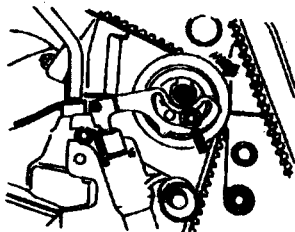

图 2-9 松开正时带张紧轮
(1) 拆卸。拆卸正时带前,用粉笔标出旋转方向,以免旧皮带沿错误方向旋转导致断裂。
①拆下正时带。
②拆下正时带上护罩,标记正时带旋转方向。
③将发动机曲轴旋转到一缸上止点位置。
④卸下扭转减振器,拆下正时带下护罩。
⑤用专用工具 Tor T45,按图 2-9 箭头方向松开正时带张紧轮,然后向下压正时带张紧轮,取出正时带。